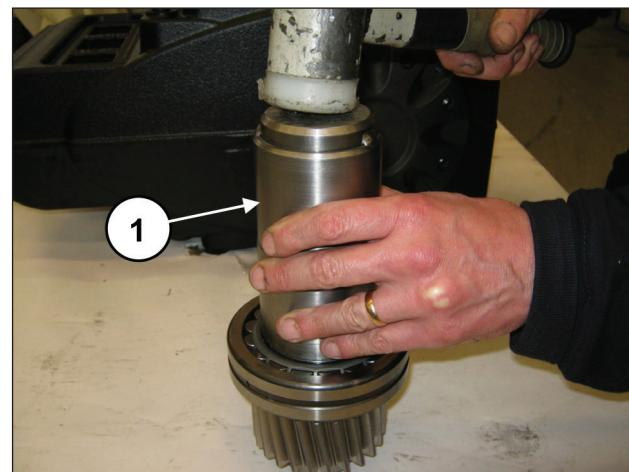

Fig. 84
Do outro lado do pinhão, pré-monte o rolamento 55x120x29 (pos. ①, Fig. 833) posicionando-o até o batente, usando a ferramenta, cód. 27604800 (pos. ①, Fig. 84).